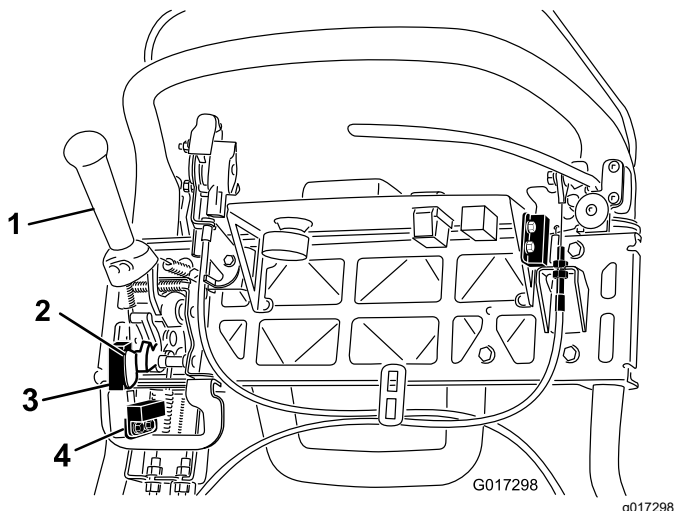

Figure 37
- Desserrez les fixations du contacteur de sécurité (Figure 37).
- Placez une cale de 1,6 mm d'épaisseur entre le levier de commande de déplacement et le contacteur de sécurité (Figure 37).
- Desserrez les fixations du capteur de tonte (Figure 37).
- Placez une cale de 1,6 mm d'épaisseur entre l'indicateur de capteur de tonte et le capteur de tonte (Figure 37).